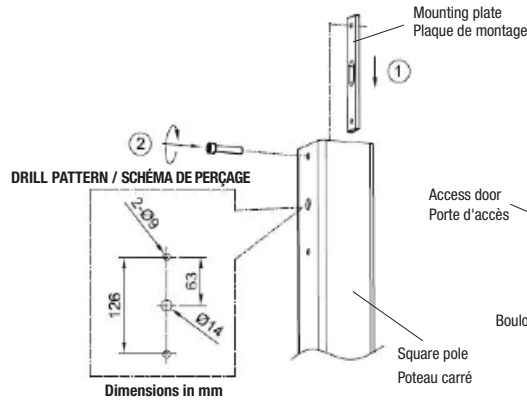

Fig. 3B
2. Percer les trous appropriés dans le poteau en utilisant le schéma de perçage (Fig. 3B).